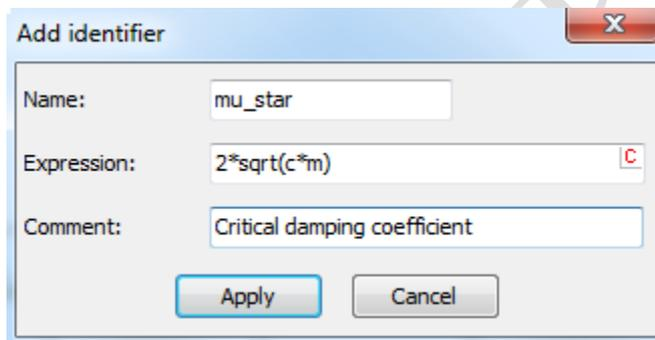

图 2.17 参数符号 mu_star
3. 以相同的方法再添加一个参数符号 **mu_star** (临界阻尼系数), 定义表达式 $2*\sqrt{c*m}$, 如图 2.17 所示。